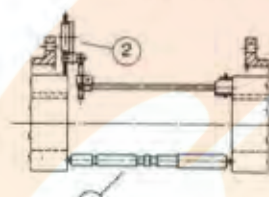
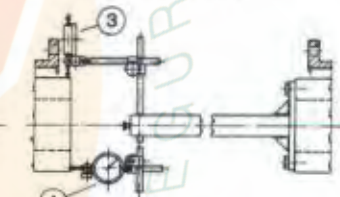

FIG. 4
FIG. 5
B - Per GIUNTI CON SPAZIATORE TUBOLARE o ALBERO FLOTTANTE MONTAGGIO D - (semigiunti oscillanti sugli alberi delle macchine da collegare) controllare il parallelismo degli alberi servendosi di un comparatore centesimale posizionato come ① in FIG. 4 o ④ in FIG. 5. Controllare la coassialità degli alberi, servendosi di un comparatore centesimale posizionato come ② in FIG. 4 o ③ in FIG. 5.
B - For GEAR COUPLINGS WITH TUBULAR SPACER OR FLOATING SHAFT - D ASSEMBLY - (flexible half-couplings on the shafts of the machines to be connected) check the parallelism of the shafts using a dial gauge positioned as ① in FIG. 4 or ④ in FIG. 5. Carry out at least four readings at 90°. Indicating with $\Delta a'$ and $\Delta p'$ the angular and parallel misalignment values, enter the diagram with: